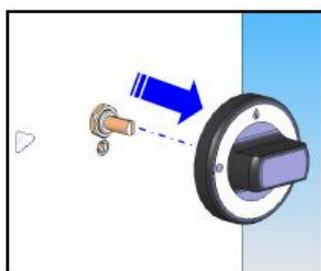

Figure 6
- Remove On-Off knob of Heater Mechanism (Figure 6).
- Entfernen des Ein/Ausschaltknopfes vom Heizmechanismus (Bild 6.)